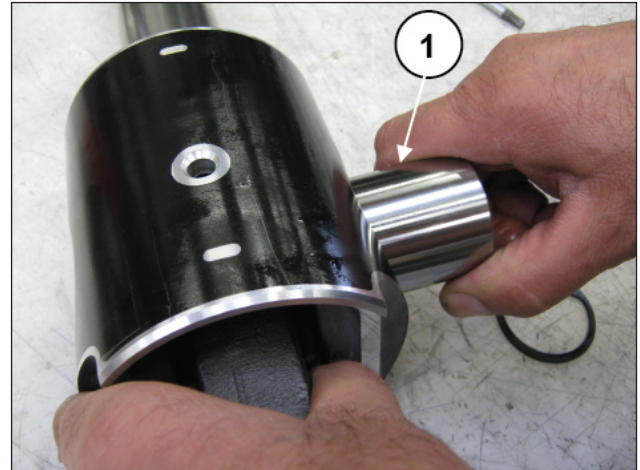
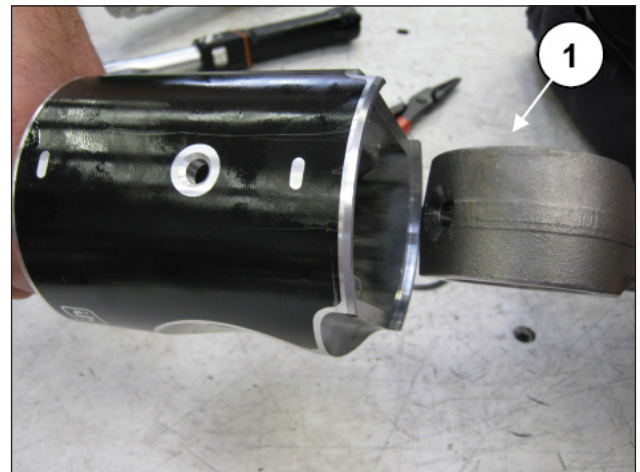

Abb. 44
Abb. 45
Streifen Sie den Bolzen ab (Pos. ①, Abb. 44) und ziehen Sie die Pleuelstange heraus (Pos. ①, Abb. 45).